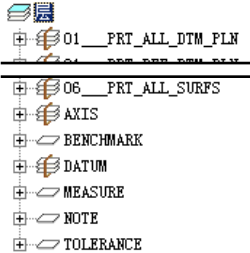

图 9.1.14 工程图的层树（二）
Step7. 创建新层 TOLERANCE。在层的操作界面中，选择 ➔ 新建层(N)... 命令；将层名改为 TOLERANCE，然后选取形位公差添加到该层中。完成上述操作后，工程图的层树如图 9.1.14 所示。